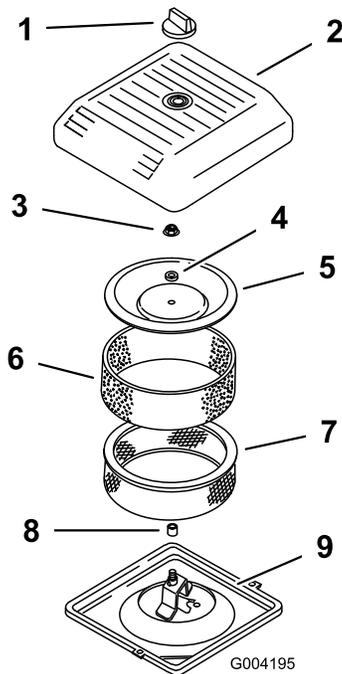

図 44
3. エア・クリーナのカバーを固定しているノブを外し、カバーを取り出す(図 44)。
4. ペーパー・エレメントについているスポンジ・エレメントを注意深く外す(図 44)。
5. カバー・ナットを外し、カバー、スペーサ、ペーパー・エレメントを外す(図 44)。
2. エア・クリーナのベースにエア・クリーナ・アセンブリを取り付ける(図 44)。
- カバーとスペーサを元どおりに取り付け、ナットで固定する(図 44)。ナットを 95inch-lb (1.0kg.m) にトルク締めする。
- エア・クリーナのカバーを元通りに取り付け、ノブで固定する(図 44)。